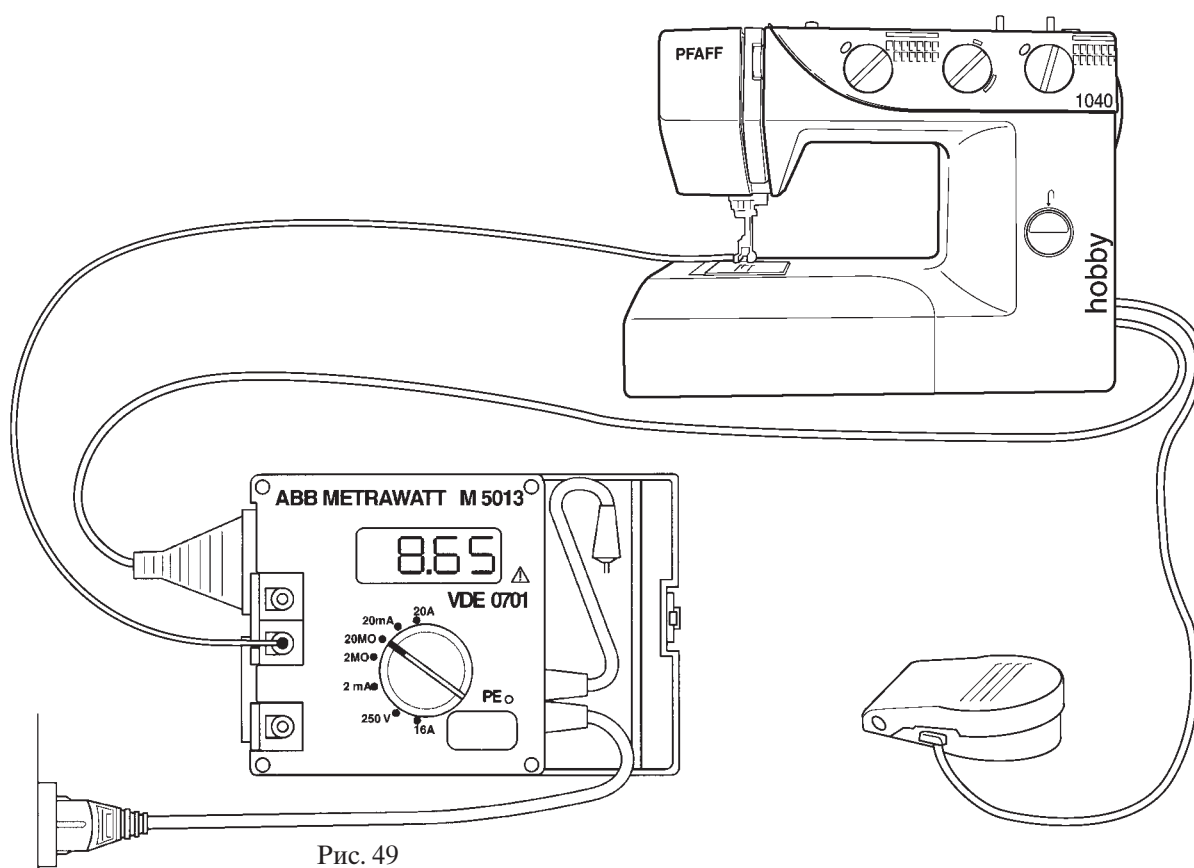

Рис. 49
- Переключатель диапазонов установите на “**20 M Ohm**” (рис. 49).